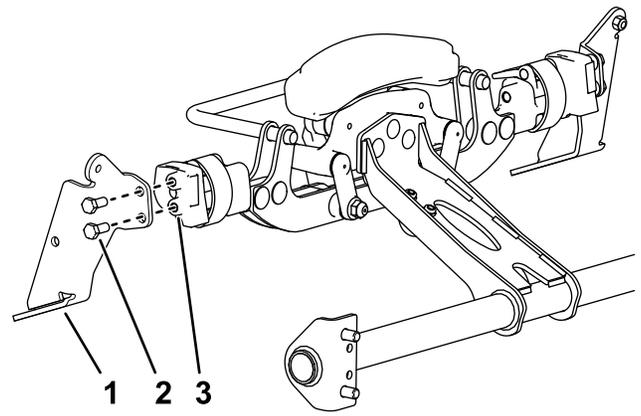

Figura 4
2. Instale un soporte de cepillo a cada lado de la unidad de corte con 2 pernos (5/16" x 3/4"), tal y como se muestra en la Figura 4.